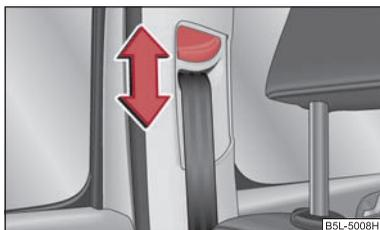

Fig. 4 Sedile anteriore: Regolazione dell'altezza della cintura
- Spingere il rinvio nella direzione desiderata, verso l'alto o verso il basso ⇒ fig. 4.